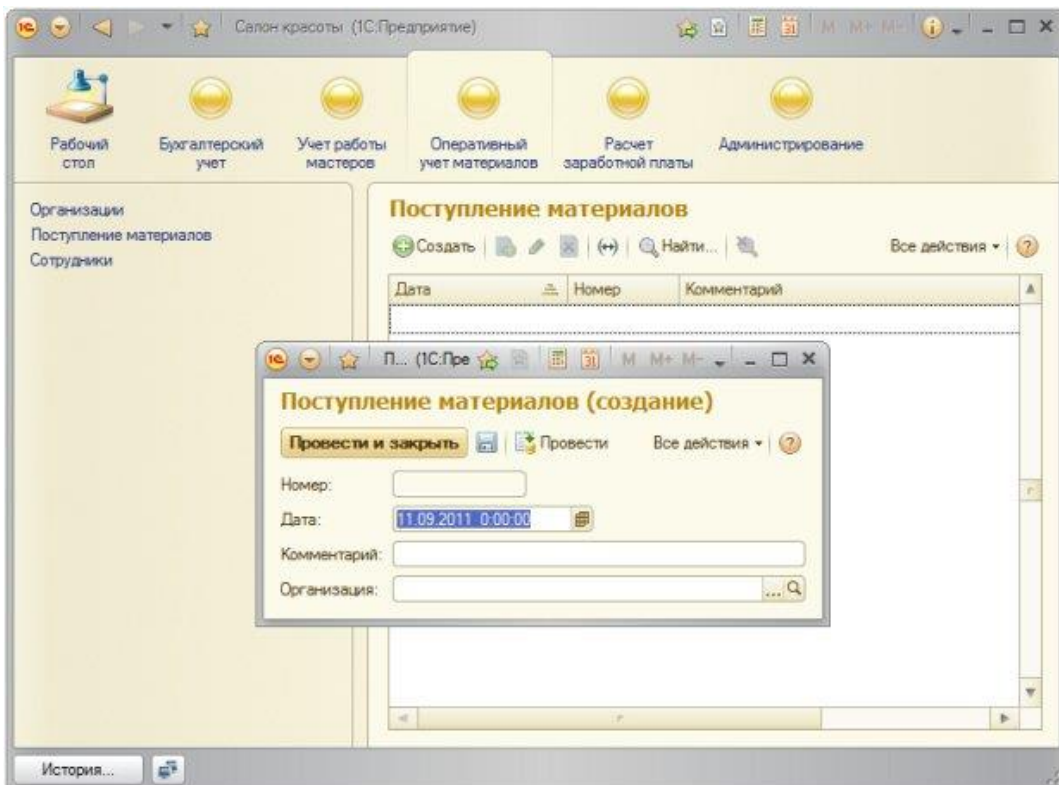

Рисунок 5.24- Документ ПоступлениеМатериалов
9.9 Откроем теперь окно создания документа **ПоступлениеМатериалов**. Здесь мы видим два общих реквизита – **Комментарий** и **Организация**, Рисунок 5.24.